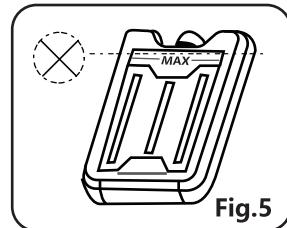

Fig.5
c. Se deseja usar uma caixa de gelo (duas caixas de gelo estão incluídas) em vez de blocos de gelo, encha a caixa de gelo com água, certificando-se de não exceder o nível máximo indicado. Coloque-o no freezer e deixe por 1 a 2 horas. As caixas de gelo podem ser reutilizadas e têm uma vida útil de mais de 5 anos. (Fig.5)